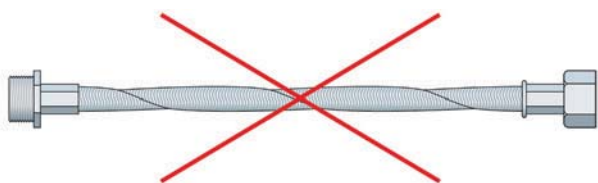

Figure 3 – Torsion
- éviter la torsion du flexible lors du montage, en particulier par entraînement des raccords au cours du serrage (fig. 3) ;